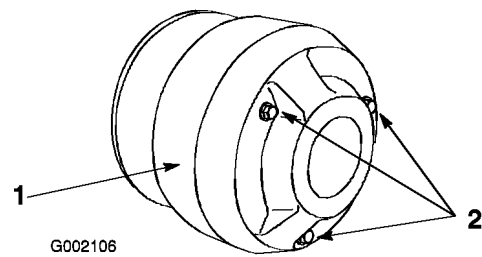

Figura 46
- Togliete i tre bulloni che fissano il carter della frizione e togliete il carter (Figura 46).